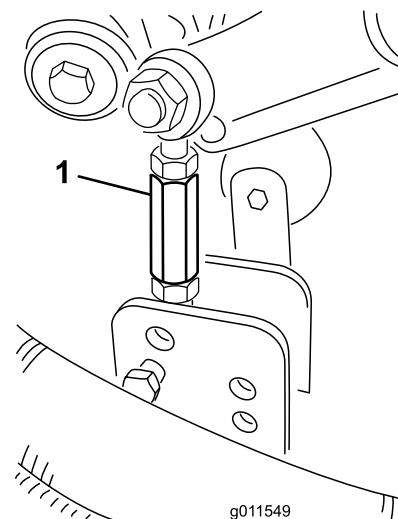

Figura 27
9. Togliete le coppiglie ed i perni con testa che fissano le connessioni dell'ammortizzatore alle staffe del piatto di taglio (Figura 27).